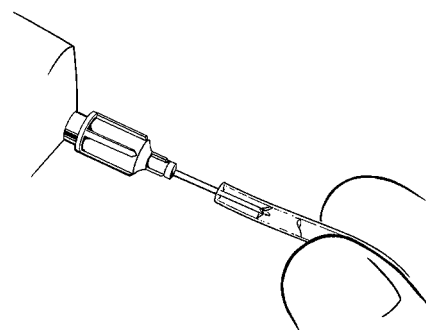

Figure 4-22. Rincez la tubulure
3. Utilisez une aiguille à pointe émoussée de 22G pour rincer les extrémités de la tubulure (**figure 4-22**) avec une solution saline normale pour en éliminer les particules de matière et l'air avant la connexion.